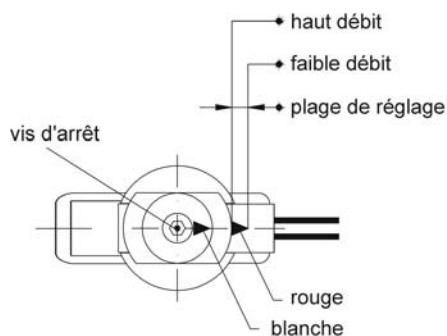
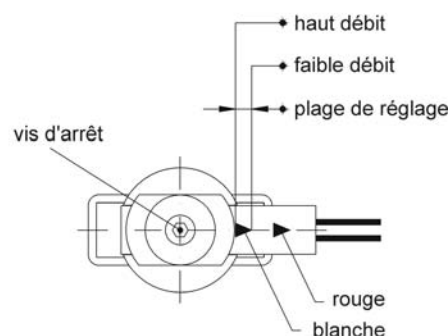

Fig. 16
Fig. 17
- ⇒ Puis dévisser la vis d'arrêt (à six pans creux SW2,5 pour les modèles en laiton ou en acier spécial, et / ou cruciforme pour les modèles en plastique) et déplacer l'unité de commutation jusqu'à ce que la flèche rouge soit visible à l'entrée du guidage de l'unité de commutation si un contact de travail est désiré (Fig. 16) et la flèche blanche si un contact de repos désiré (Fig. 17).